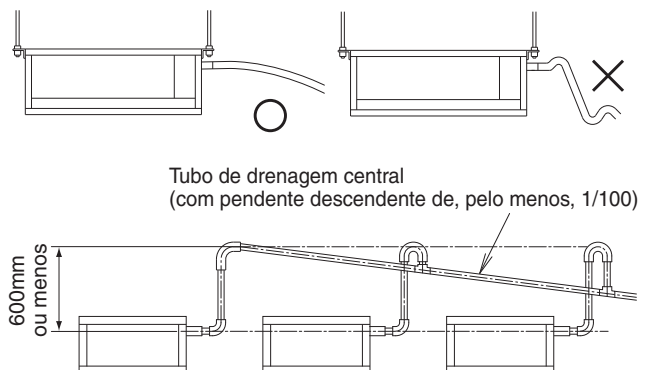

Fig. 10
- Mantenha o tubo de drenagem curto e inclinado para baixo, como uma inclinação mínima de 1/100, para impedir a formação de bolsas de ar. (Consulte a Fig. 10)
- Não torça nem dobre a mangueira de drenagem (2) para evitar a aplicação de força excessiva sobre a mesma. (Este tipo de tratamento poderá provocar fugas.)
- Se utilizar o tubo de drenagem central, siga o procedimento descrito na Fig. 10.
**(2) Depois de terminar os trabalhos de tubulação, verifique se a drenagem flue adequadamente conforme descrito abaixo.**